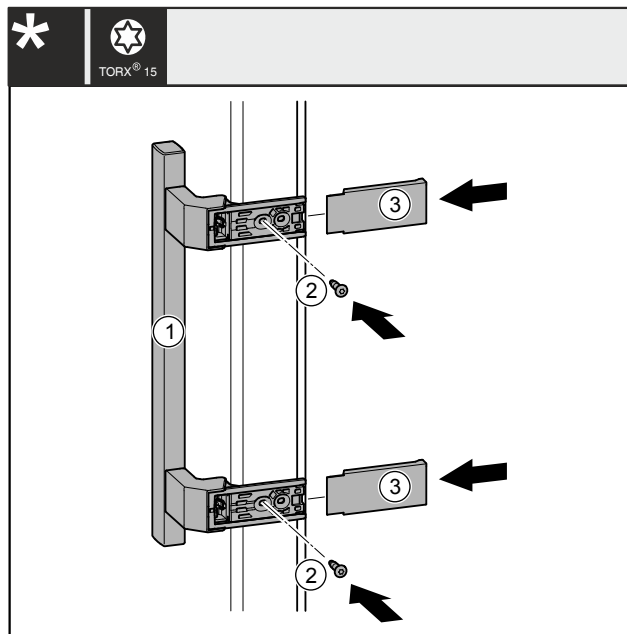

Fig. 28
- Postavite ručku Fig. 28 (1) na suprotnu stranu.
- Odvijačem pritegnite vijke Fig. 28 (2).
- Postavite poklopce Fig. 28 (3) bočno i natakните ih tako da se uglave.